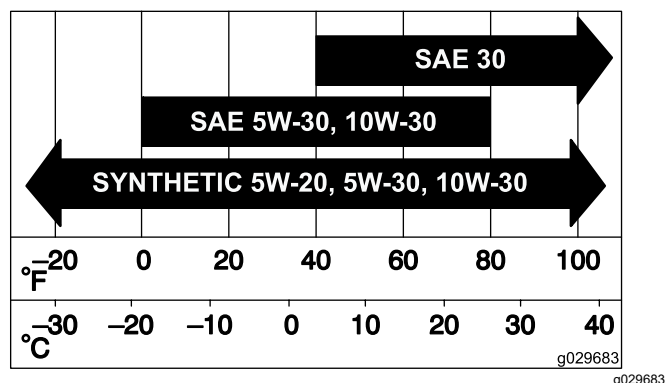

Figure 44
3. Ouvrez les dispositifs de verrouillage du filtre à air et détachez le couvercle du boîtier du filtre (Figure 44).
5. Sortez l'élément filtrant du boîtier du filtre avec précaution (Figure 44).
2. Introduisez le filtre dans son boîtier avec précaution (Figure 44).
3. Remettez en place et verrouillez le couvercle du filtre à air (Figure 44).